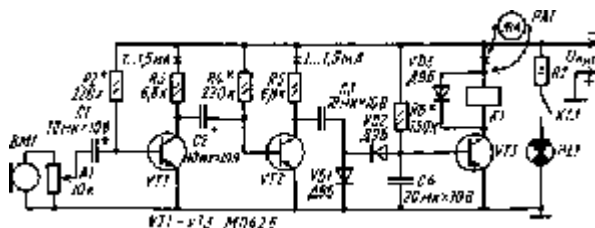

Рис. 38. Принципиальная схема акустического реле
Принципиальная схема такого варианта акустического реле изображена на рис. 38. На транзисторах VT1 и VT2 собран усилитель звуковой частоты (34), а диоды VD1 и VD2 и конденсатор C4 образуют выпрямитель. Транзистор VT3, резистор R6 и электромагнитное реле K1 с диодом VD1, шунтирующим обмотку реле, составляют электронное реле, а лампа HL1 с резистором R7 — исполнительную цепь.